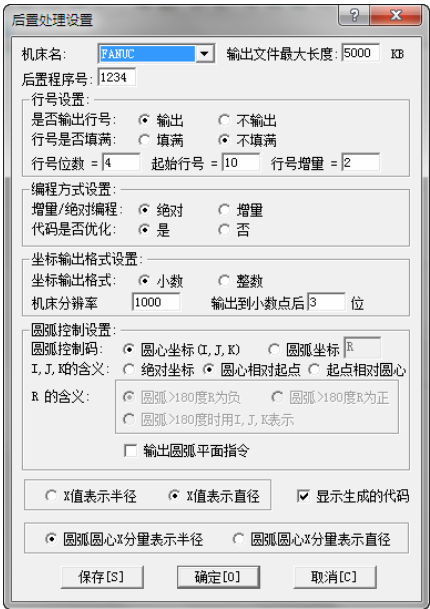

图 4-96 “后置处理设置”对话框
- 2) 选择下拉菜单“数控车”→“后置设置”命令，或直接单击“数控车工具”工具栏中的“后置设置”按钮，系统弹出“后置处理设置”对话框，设置参数如图 4-96 所示。